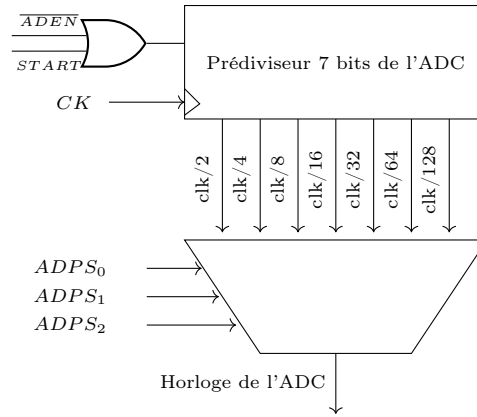

Figure 2.3: Pré-diviseur
- **ADPS₂, ..., ADPS₀** : Bits de Sélection du facteur de pré-division de l'horloge interne du convertisseur en fonction du quartz (cf figure 2.3)